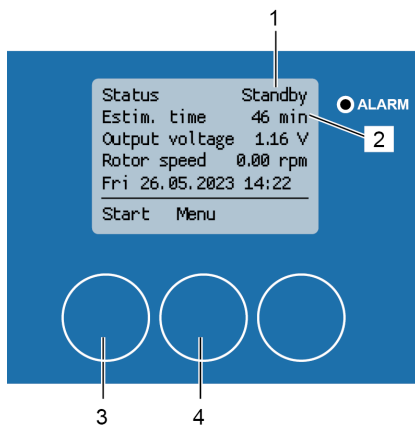
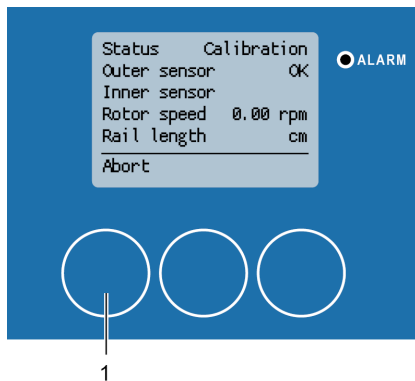

Abbildung 117: Kalibrierung abgeschlossen
Abbildung 118: Abbruch der Kalibrierung
1. Drücken Sie [Abbruch] (Abbildung 117/1), um die Kalibrierung abzubrechen. Der Kalibrierungsvorgang wird gestoppt und die Statusanzeige zeigt "Standby" (Abbildung 118/1)
2. Drücken Sie [Menü] (Abbildung 118/2), um das Menü "1 Hauptmenü" zu öffnen oder [Kalibrieren]. (Abbildung 118/3) um die Kalibrierung erneut zu starten.
Die Kalibrierung kann jederzeit während des Kalibriervorgangs abgebrochen werden. Wird die Kalibrierung über [Kalibrieren] neu gestartet, (Abbildung 118/3), fährt der Reinigungsschlitten zunächst in seine Ausgangsposition zurück. Die Kalibrierung beginnt erneut. Die Kalibrierung ist zwingend vorgeschrieben. Ansonsten erscheint kein Eingabebildschirm für die Reinigung und sie kann nicht gestartet werden.